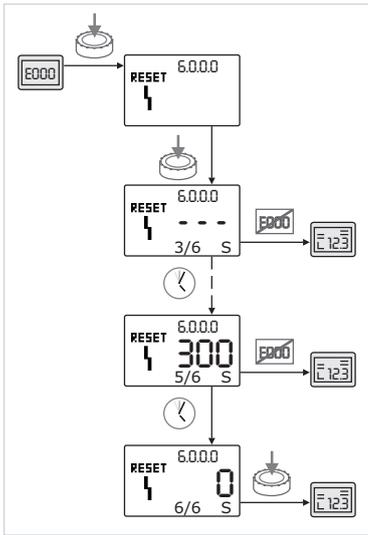

Fig. 64: Confirmación del tipo de fallo C
- Si se produce un fallo del tipo C, proceda como se indica a continuación para confirmarlo (Fig. 64):